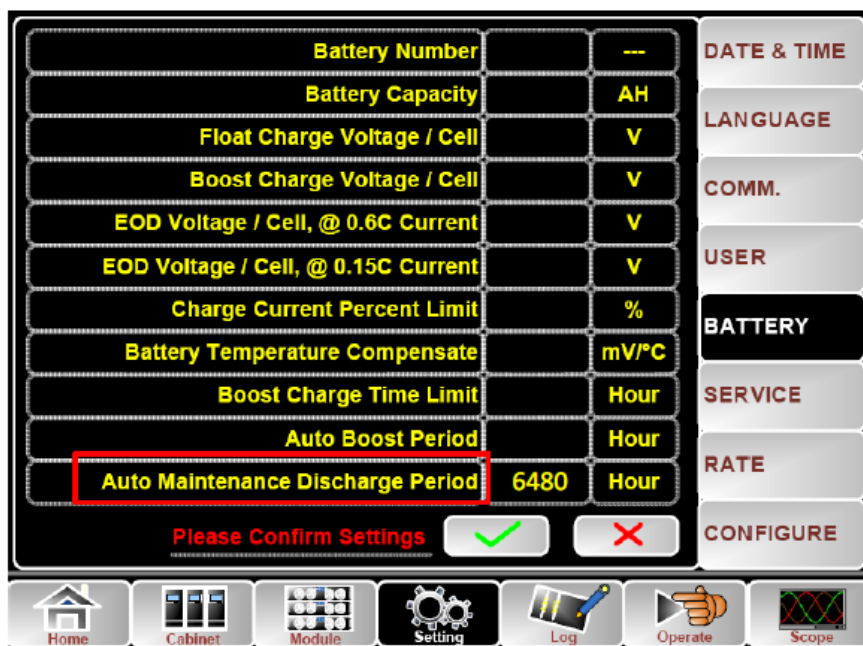

Рис.4-4 Настройка периода автоматической разрядки батареи
- (b) Настройка периода для автоматической разрядки аккумуляторной батареи. Перейдите на страницу «БАТАРЕЯ» Настроек (См. Рис.4-4), установите период в пункте «Период автоматической разрядки для ТО» и подтвердите.